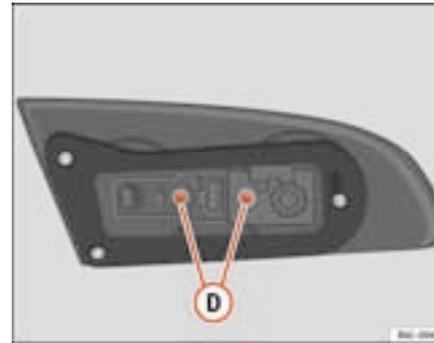

Fig. 159 Acesso à lâmpada
- Desenrosque os parafusos (D) ⇒ fig. 159 e retire o porta-lâmpadas.